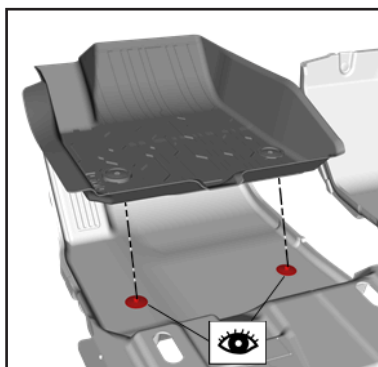

Figura 5
5. Conecte los retenedores. **Vea la Figura 5.**